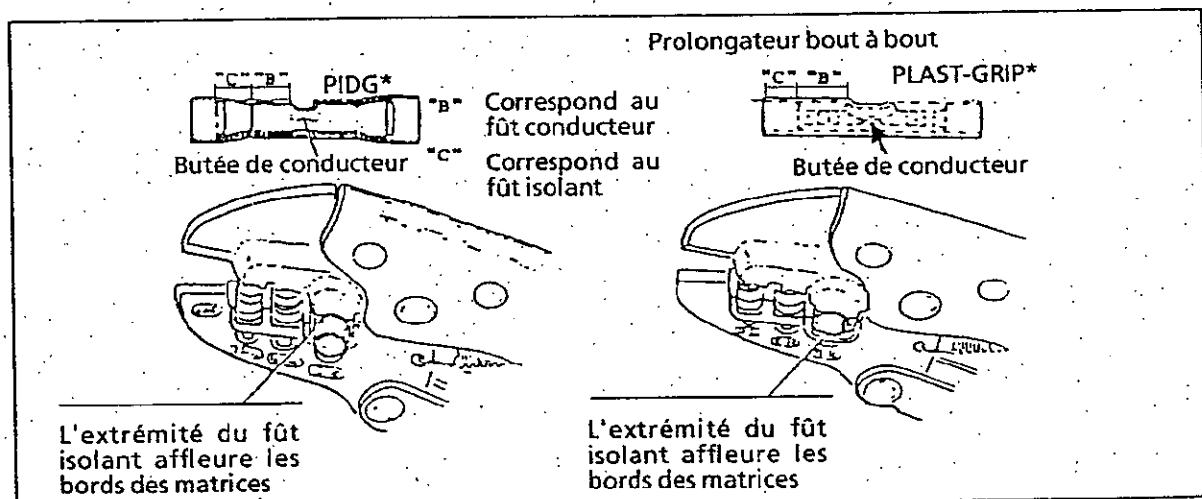

FIG 4
g) Pour sertir l'autre partie du prolongateur, le retirer et repositionner la partie non sertie entre les matrices, voir Figure 4. Procéder de la même façon que pour sertir la première partie du prolongateur. Si celui-ci ne peut pas être tourné, tourner l'outil.